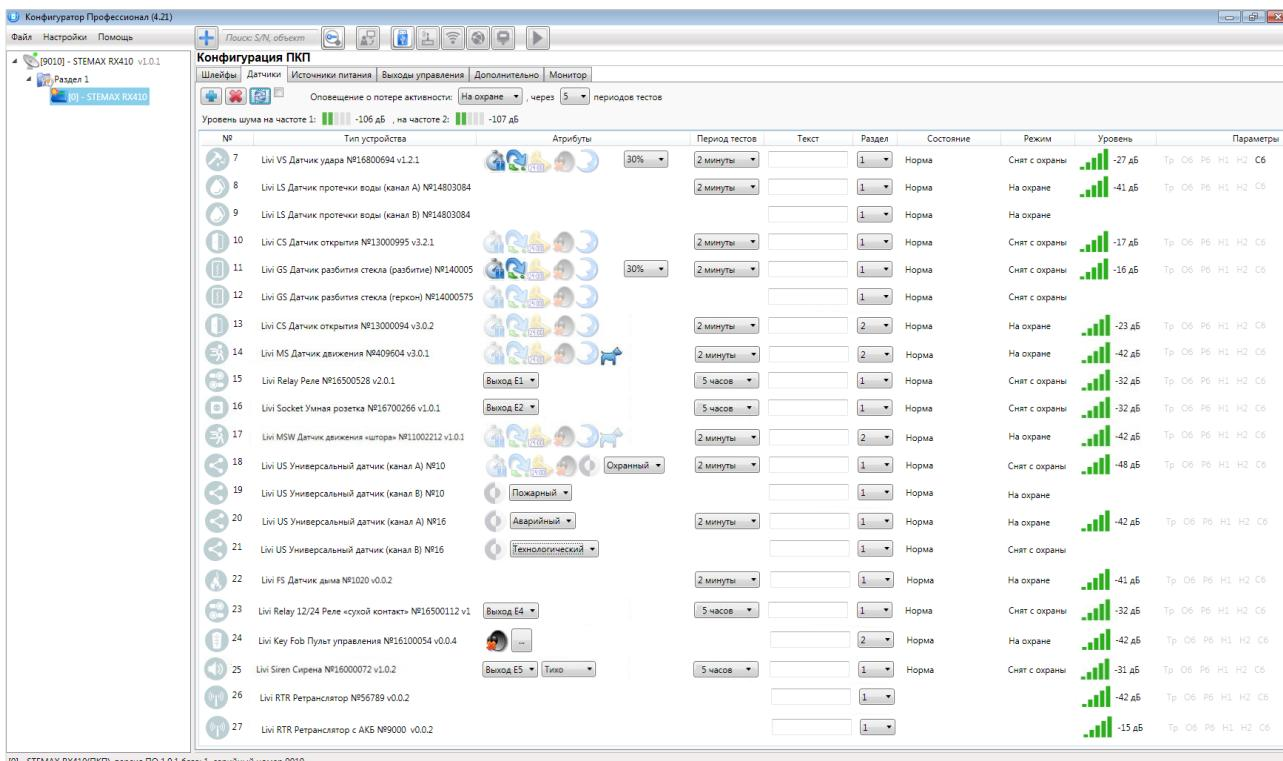

Рисунок 7.1 — Вкладка *Датчики* в конфигурации ППК STEMAX RX410
Настройка работы радиоустройств выполняется в Конфигураторе на вкладке Датчики (см. рисунок 7.1). Для обновления данных о состоянии радиоустройства нажмите кнопку *Обновить*. Для использования функции автоматического обновления установите флажок *Автоматически обновлять статистику датчиков* (рядом с кнопкой *Обновить*).
На вкладке *Датчики* вы можете посмотреть и изменить следующие данные о зарегистрированных радиоустройствах (см. рисунок 7.1):
1. Нажмите кнопку , расположенную в столбце *Атрибуты* (см. рисунок 7.1).